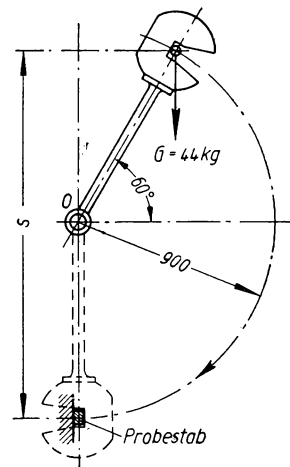

Bild 56
**195.** Bei einem Pendelschlagwerk ist der  $44 \text{ kg}$  schwere Hammer an einem  $900 \text{ mm}$  langen Arme, um die Drehachse  $O$  schwingend, aufgehängt (Bild 56). Der Hammer wird in die gezeichnete Stellung bis zu einem Winkel von  $60^\circ$  über die Waagerechte hinaus gehoben und dann durch Auslösen einer Sperrklinke zum Fallen gebracht, so daß der Fall mit der Anfangsgeschwindigkeit Null beginnt. In der tiefsten Stellung trifft er auf den Probestab. Zu berechnen ist a) die gesamte